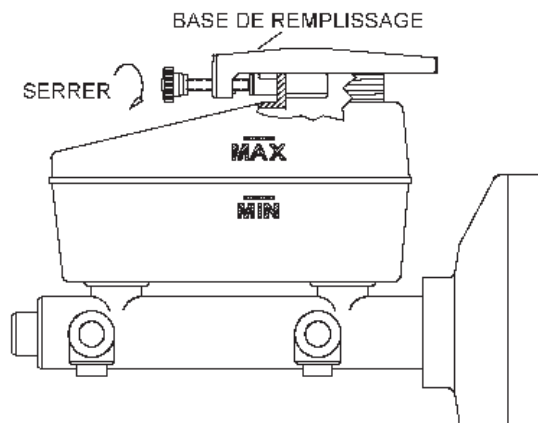

Figure 2
4. Monter la base sur le cou du maître-cylindre en serrant le Bouton de Coulisseau (Figure 2).